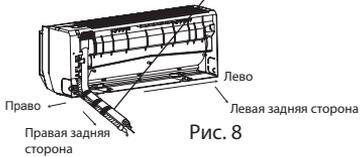

Рис. 8
2. Вытяните трубу из корпуса, обмотайте кабель вокруг трубы и протяните из через отверстие для труб (см. Рис.8)